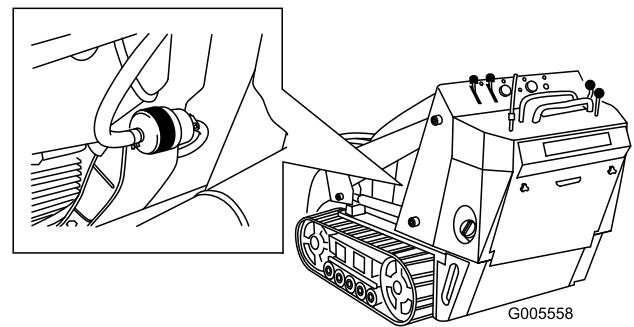

Bild 35
4. Klemmen Sie die Kraftstoffleitungen auf beiden Seiten des Kraftstofffilters fest (Bild 35).
5. Drücken Sie die Enden der Schlauchklemmen zusammen und schieben Sie sie vom Filter weg (Bild 35).